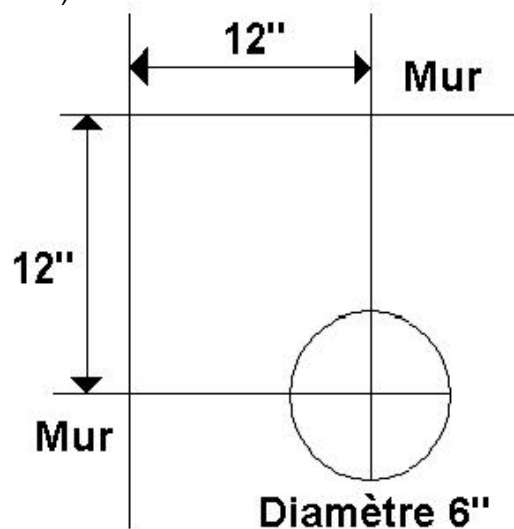

Figure 6
8. Faire le trou dans le plancher à l'endroit où le drain va se situer. Il est important de faire un trou d'au moins 6" de diamètre dans votre plancher de salle de bain, pour permettre un certain ajustement lors de l'installation finale de la douche. Généralement, le trou du drain se situe à 12" de chacun des murs (voir figure 6). Par contre, il est important de valider sur la douche que ces dimensions sont exactes, car selon les modèles, ces mesures peuvent varier légèrement.